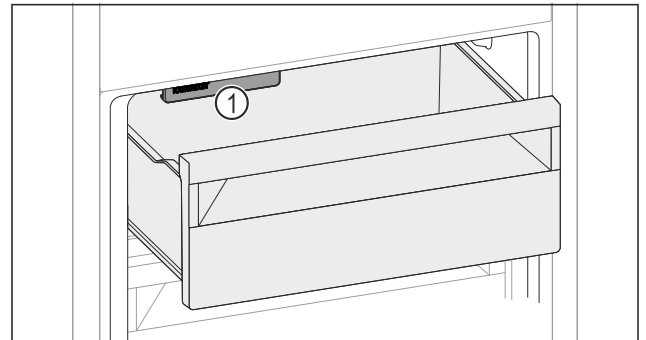

Fig. 132
- IceMaker Fig. 132 (1) berücksichtigen.